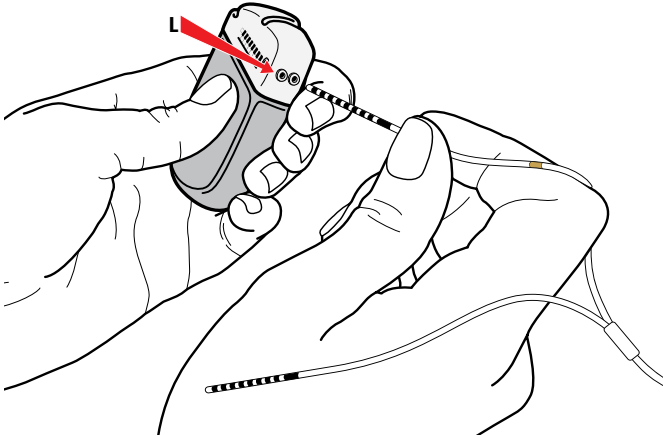

Figure 37. Connexion au port L du GII
1. Connecter l'extrémité de la sonde-extension portant la bande de marquage dorée au port L (ou C) (Figure 37).